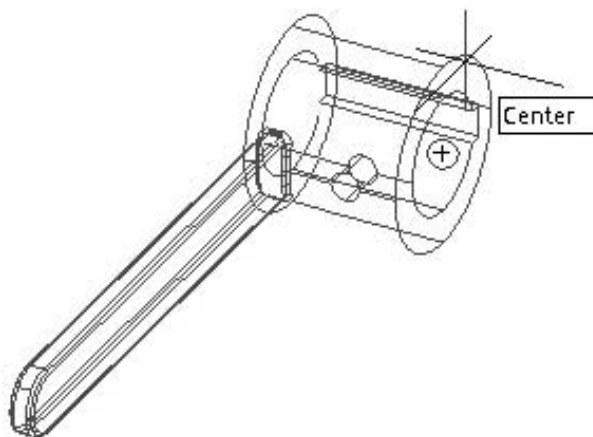

Рис. 12.58. Выбор базовой точки на ручке
5. Укажите базовую точку с привязкой **Центр (Center)** — центр нижнего основания цилиндрической части ручки (рис. 12.58):